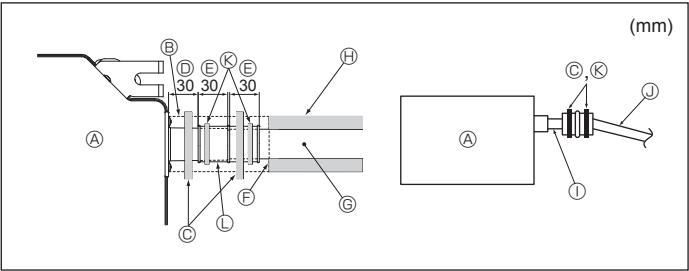

Fig. 6-2
- ① TUB PVC diametru exterior ø38 pentru conducte cu împământare (Izolație de 9 mm sau mai mult)
1. Conectați racordul de evacuare (furnizat împreună cu unitatea) la orificiul de evacuare. (Fig. 6-2)